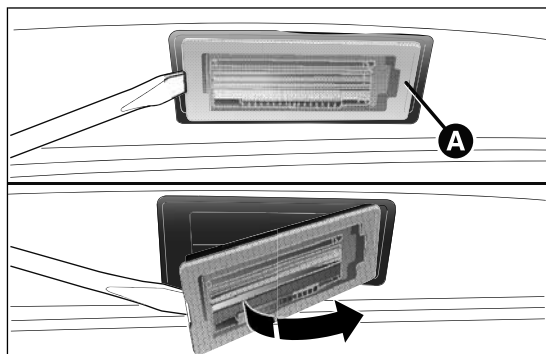

fig. 180
- ☐ retirar el aplique transparente A fig. 180;
- ☐ por último, volver a montar el aplique transparente A fig. 180.